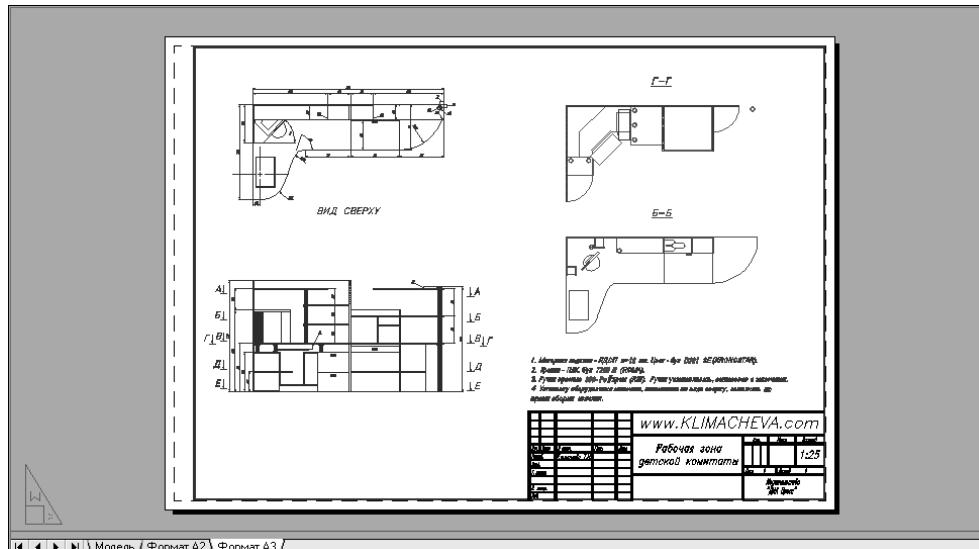

Рис. 13.36 ▼ Компоновка Формат А3
12. В появившемся окне предупреждения щелкните на кнопке **OK**. На этом создание чертежа с несколькими видовыми экранами завершено (рис. 13.36).